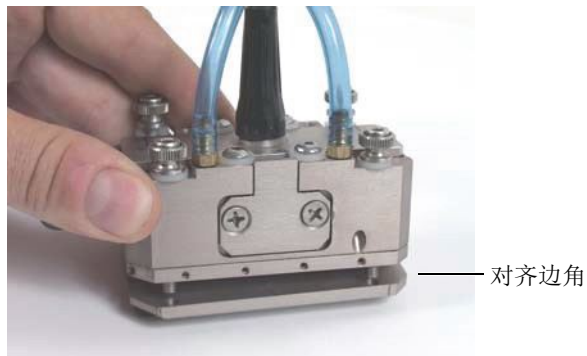

图 1-10 在探头架上安装衬垫板
7. 将衬垫板放在探头架组装件的下面，其四个边角要对齐（参见第 22 页的图 1-10）。